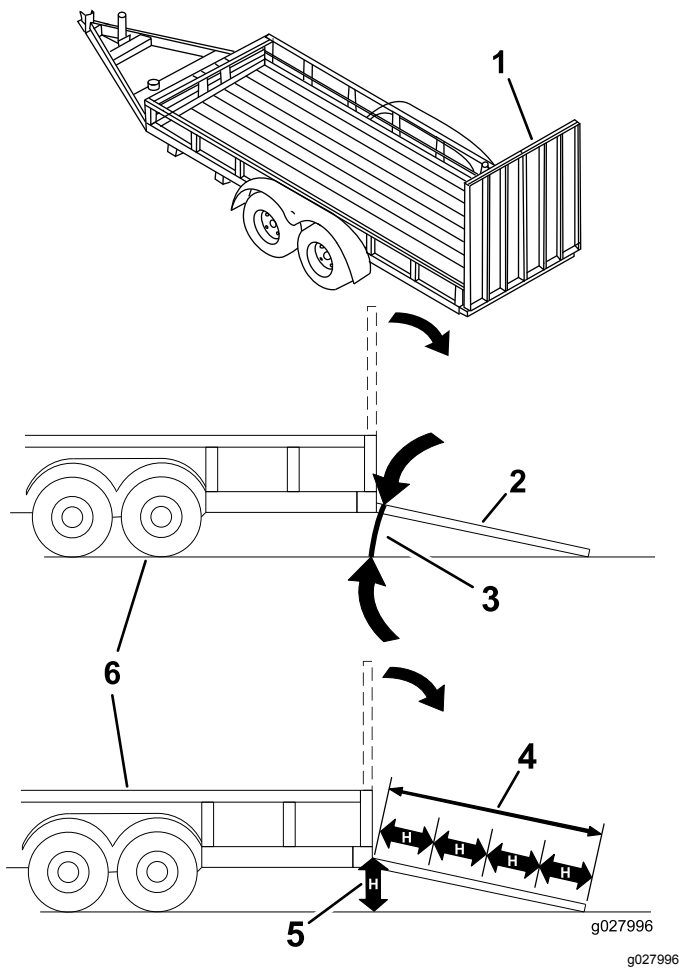

Figura 32
El cargar la máquina en un remolque o un camión aumenta la posibilidad de un vuelco y podría causar lesiones graves o la muerte (Figura 32).
1. Baje la rampa, asegurándose de que el ángulo entre la rampa y el suelo no supera los 15 grados (Figura 32).